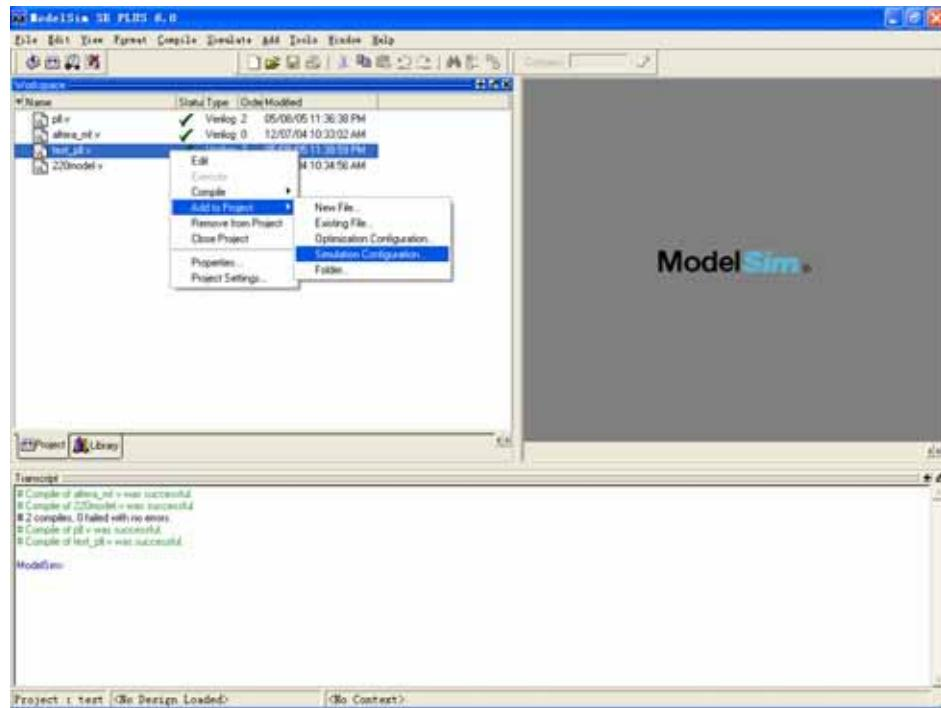

图 10 Simulation Configuration
10. 右击 Test_Pl.v 文件,执行 Add to project→simulation configuration 命令.如图 10 图 10 Simulation Configuration 所示.